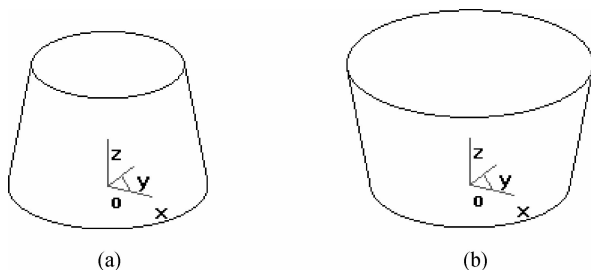

图 3-5 增加拉伸增料时的拔模斜度
- 增加拔模斜度: 使拉伸增料的实体带有锥度,如图 3-5(a)所示。
(1) 角度。角度是指采用拉伸增料拔模时母线与中心线的夹角。
(2) 向外拔模。向外拔模是指在与默认方向相反的方向进行拉伸增料拔模,如图 3-5(b)所示。